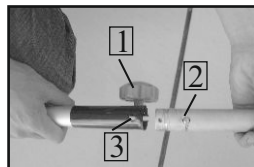

рис. 4
6.3 Установка нижней части штанги гибкого вала (рис.4).
6.3.1 Ослабьте барашковую рукоятку **1** (рис.4), откручивая её против часовой стрелки.
6.3.2 Совместите верхнюю и нижнюю части штанги, как показано на рис.4
6.3.3 Соедините верхнюю и нижние части штанги. При этом фиксирующая кнопка **2** (рис.4) должна находиться в отверстии **3** (рис.4) соединительной муфты.
6.3.4 Затяните барашковую рукоятку 1 (рис.4), закручивая её по часовой стрелке. Перед работой всегда проверяйте натяжку барашковой рукоятки соединительной муфты.